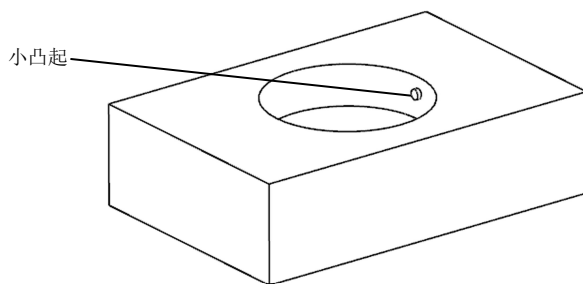
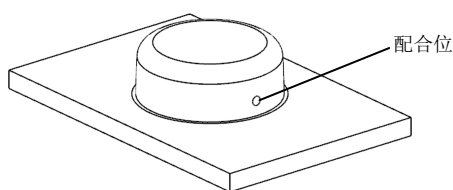

图 4-9 创建型腔零件
图 4-10 创建型芯零件
(20) 单击“定义型腔和型芯”按钮，在【定义型腔和型芯】对话框中选取“所有区域”。
(21) 单击“确定”按钮，创建型腔零件（型腔零件有两个小孔凸起），如图 4-9 所示。再创建型芯零件，在型芯上与型腔相配合的曲面用其他颜色显示，如图 4-10 所示。